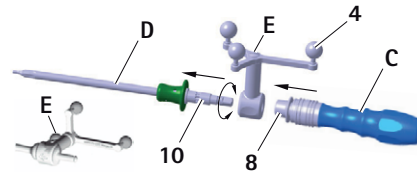

Fig. 8 Montera referensstjärnenheten ("kalibrering med ICM 4") och S⁴C-handtaget (FW067R eller FW165R) på S⁴C-skruvmejseln.
- Släpp spärrhylsan 8, se Fig. 8.